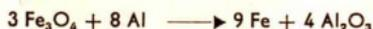

Abb. 54 | Apparatur, mit der die Redoxreaktion zwischen Eisen(II,III)-oxid und Aluminium experimentell untersucht wird
49 ▼ **Vorsicht!** Ein kleiner Tiegel aus Schamotte wird in trockenen Sand gedrückt und mit einem Gemisch aus Eisen(II,III)-oxid und Aluminium gefüllt. Mit einem speziellen Zündmittel wird das Gemisch entzündet. Nach Beendigung der Reaktion läßt man den Tiegel abkühlen (Abb. 54). ④ ⑤
- ① Bestimme die Teilreaktionen Reduktion und Oxydation in den Redoxreaktionen a) von Experiment 47; b) von Experiment 48! (↗ S. 77)
- ② Bestimme bei den Redoxreaktionen der Experimente 44 ... 46 (↗ S. 74) das Reduktionsmittel und das Oxydationsmittel!
- ③ Beschreibe alle in den Lehrbuchabschnitten 31 und 32 (↗ S. 74 ... 78) behandelten Reaktionen, indem du die Wirkungsweise und Veränderungen der Oxydationsmittel und der Reduktionsmittel jeweils mit Hilfe der Verben „oxydieren“ und „reduzieren“ angibst!
- ④ Erläutere die chemische Reaktion zwischen Eisen(II,III)-oxid und Aluminium! Beschreibe die Teilreaktionen! Kennzeichne das Reduktionsmittel und das Oxydationsmittel!
- ⑤ 40 g Eisen(II,III)-oxid sollen durch Aluminium reduziert werden. a) Wieviel Gramm Aluminium sind mit dem Eisen(II,III)-oxid zu mischen, damit beide Ausgangsstoffe vollständig reagieren? b) Wieviel Gramm Eisen entstehen?